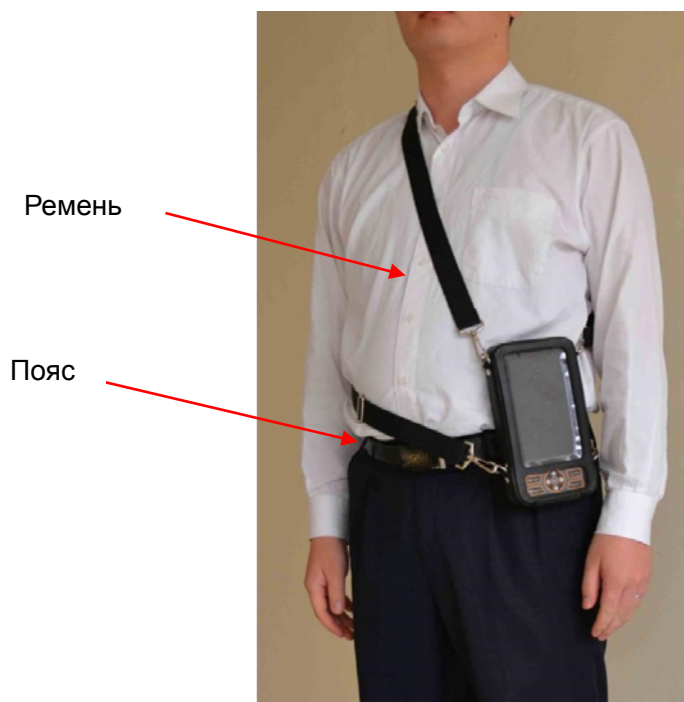

Рис.3-12
- 2) Пристегните ремни за застёжки к двум стопорным кольцам в верхнем конце сумки. Расположите ремень на теле, как показано на Рис.3-12. Отрегулируйте длину ремня;